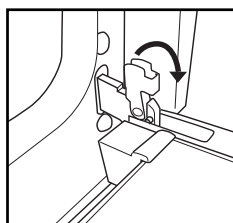

Fig.1
2. Løft de to låse på hængslerne, og skub dem fremad så langt som muligt (fig. 1).